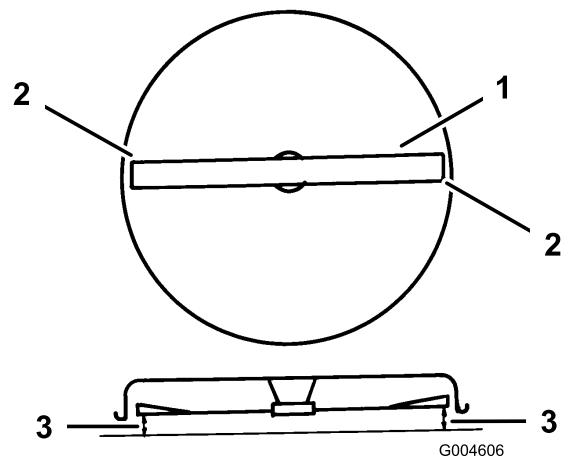

Figura 44
9. Ruotate con cautela la lama da un lato all'altro (Figura 44).
10. Misurate la distanza tra i taglienti esterni e la superficie piana (Figura 44). Se entrambe le misurazioni non sono comprese in 5 mm, regolatele; vedere le fasi 11 a 14.